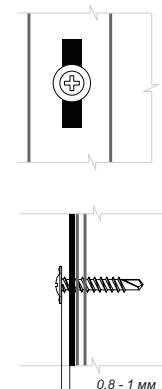

Рис. 23
- Вставьте стартовую панель в пазы доборных элементов (рис. 23). Выровняйте ее так, чтобы панель входила в пазы J-профиля сверху и снизу на половину глубины (рис.23).
■ Прижмите панель к обрешетке и закрепите саморезами в гвоздевую полку. Прикручивайте панель от центра к краям. Не крепите сайдинг слишком плотно. Оставьте расстояние примерно 0,8 - 1 мм между нижним краем шляпки самореза и панелью так, чтобы она имела свободный ход по вертикали. Саморез вкручивается в центр перфорированного отверстия. Если отверстие не попадает на обрешетку, сделайте отверстие просекателем (рис. 23).